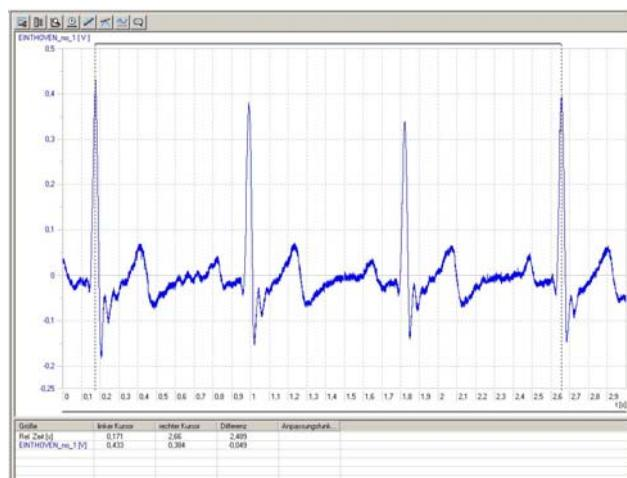

Fig. 2 Rappresentazione della schermata della misurazione dell'ECG a riposo sulla derivazione standard I secondo EINTHOVEN in 3B NETlab™ (U11310)
- Avviare il template e tracciare la curva di misura dell'ECG preselezionato (qui: ECG a riposo sulla derivazione standard I in base a EINTHOVEN) (fig. 2)